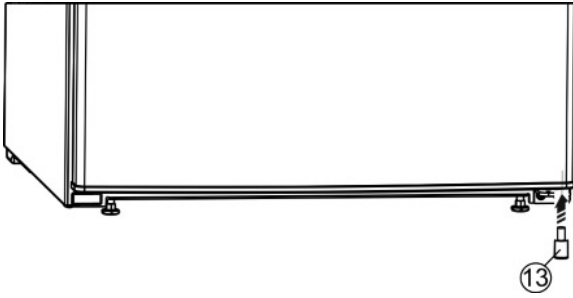

Fig. 8
- Replacer la butée Fig. 8 (13) en bas à droite sur la porte car elle joue un rôle important pour la stabilité de l'appareil.